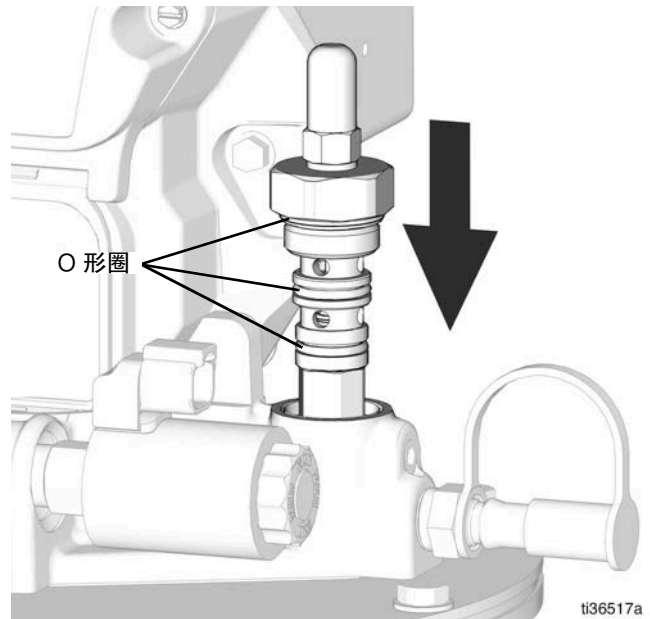

图 6
5. 为紧凑型 Dyna-Star 自动加注截止阀套筒上的三个 (3) O 形圈的外部润滑（图 6）。
6. 安装紧凑型 Dyna-Star 自动加注截止阀套筒（图 6）。